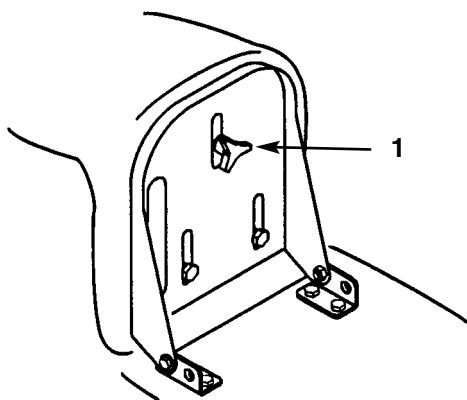

Fig. 3
1. Løft setet og løsne justeringsknappen (fig. 3).